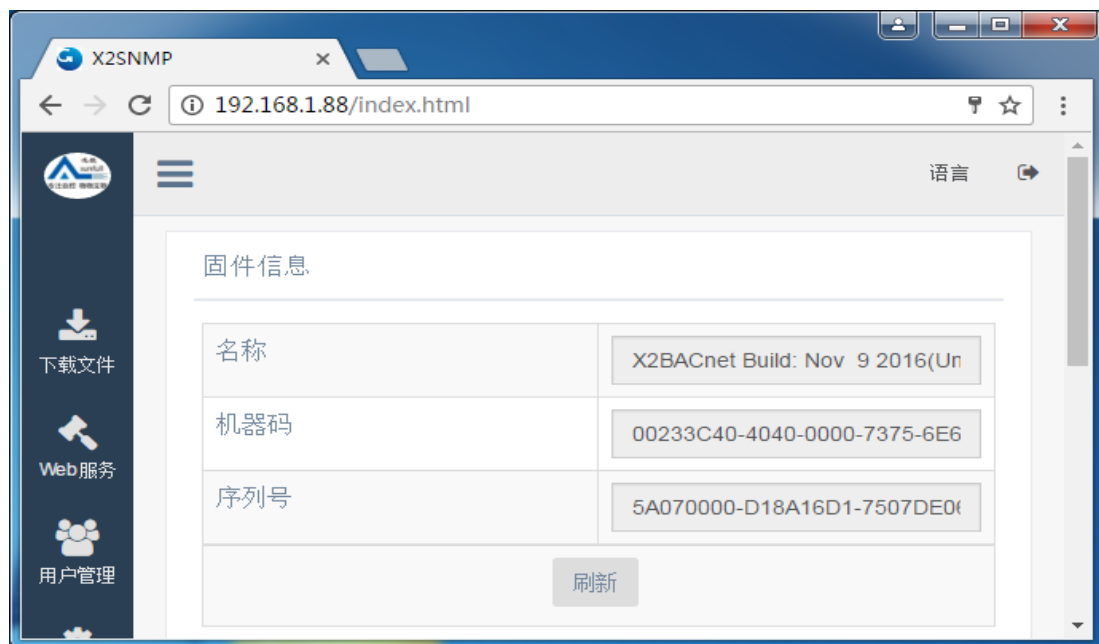

图 4-5-1 固件信息
**固件信息：**固件信息是指用户可以查看当前烧录的固件版本信息、机器码和注册码，如下图 4-5-1。